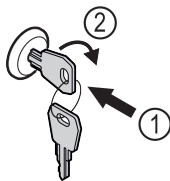

Fig. 162 Ilustrační zobrazení
- ▶ Klíč zasuňte dovnitř Fig. 162 (1).
- ▶ Otáčejte klíčem o 90° ve směru hodinových ručiček Fig. 162 (2).